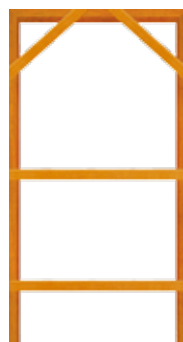

figura 2
4.4 - Na alvenaria chumbe três tacos em cada lateral e um acima, estes tacos devem medir: 10x20x3,5 cm, os mesmos servirão para parafusar o batente, observe a figura 2;